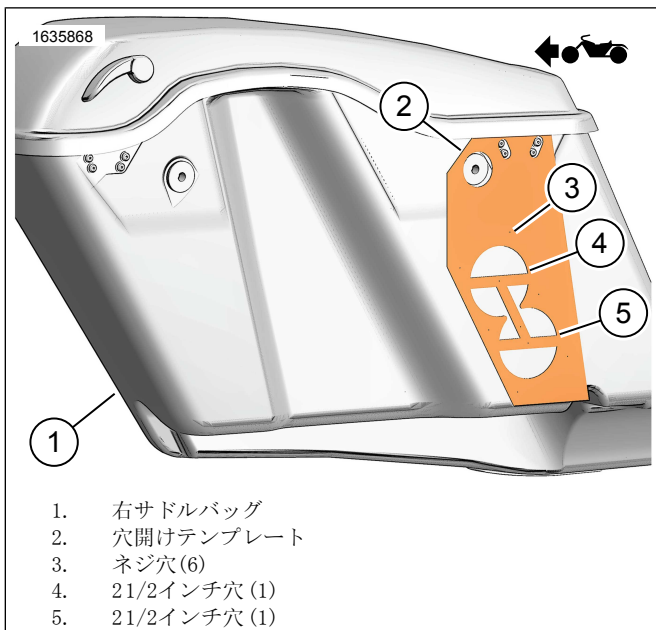

図2。右側のサドルバッグ
1. 図2右サドルバッグ(1)にドリルテンプレート(2)を配置します。